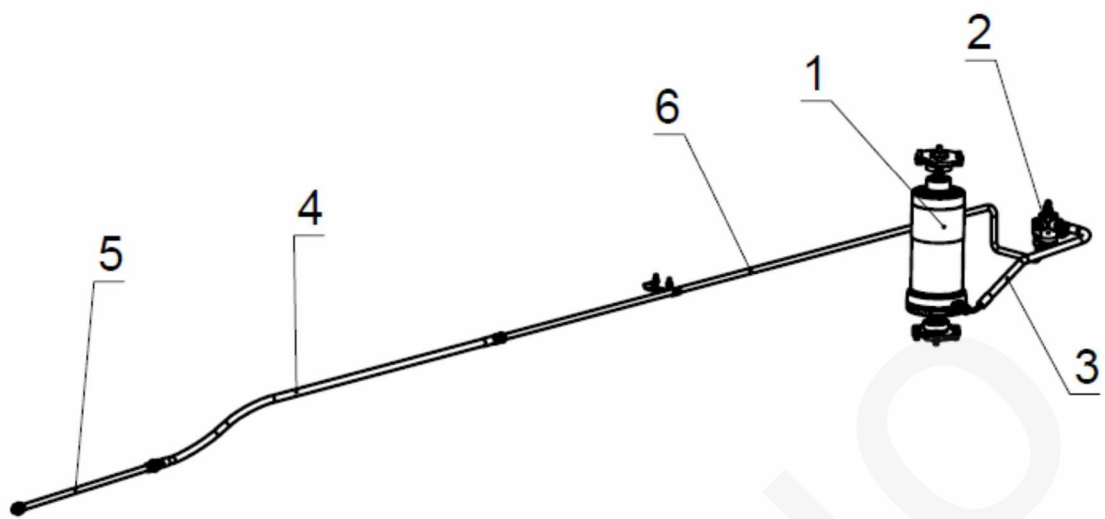

Рисунок 1.3 – Гидрооборудование
2.5 Гидрооборудование (рисунок 1.3) предназначено для подъема кузова при разгрузке и состоит из гидроцилиндра, трубопровода, рукавов высокого давления и крана ограничения подъема кузова.